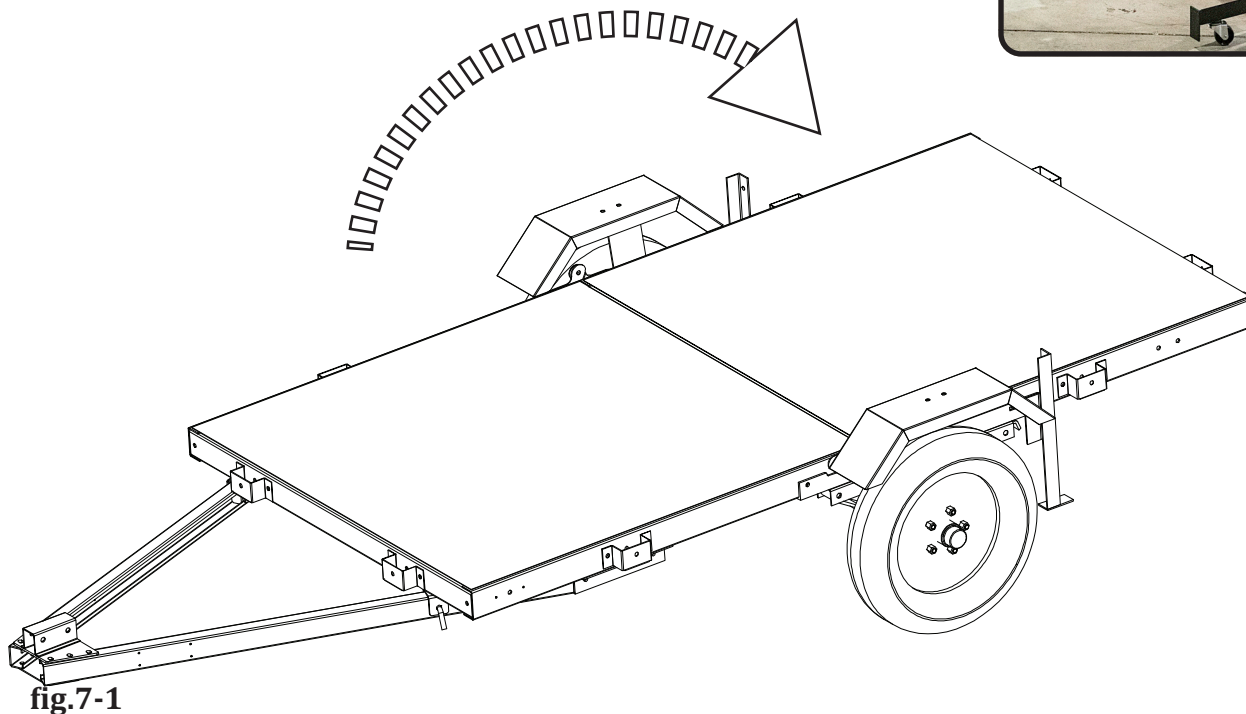

fig.7-1
2. Fixez les supports ensemble à l'aide du M10 x 20 (34) des deux côtés
3. Rabattez soigneusement la benne arrière de la remorque comme indiqué sur la fig. 7-1
**REMARQUE:** deux (35) et deux (34) peuvent être insérés pour joindre les moitiés de votre lit et préparer le remorquage de votre remorque.